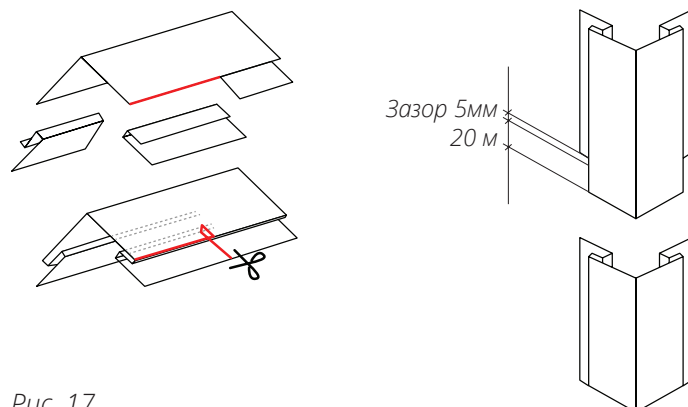

Рис. 17
- Для этого отрежьте 25 мм от крепежного отгиба верхней планки, оставив лицевую часть (рис. 17).